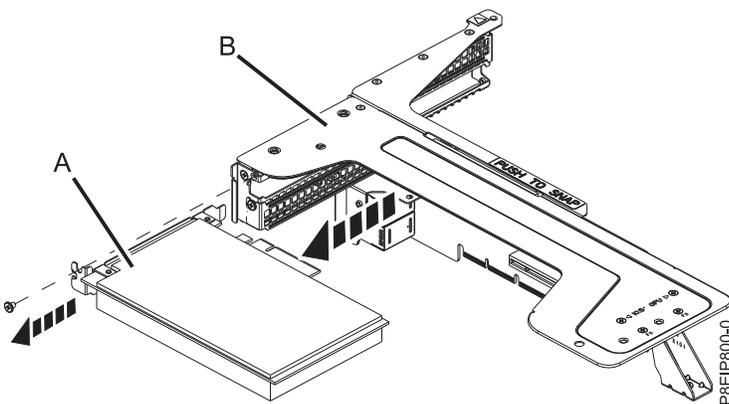

Abbildung 40. Adapter in Position 3 aus der Riserkarte entfernen
- g. Ziehen Sie einen Adapter (A) in Position 3 von der Riserkarte für PCIe-Adapter (B) ab (siehe Abb. 40).